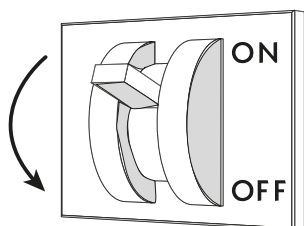

Fig. 52
- Desconectar la alimentación eléctrica del mueble mediante el interruptor seccionador general instalado en la pared ("Fig. 52").